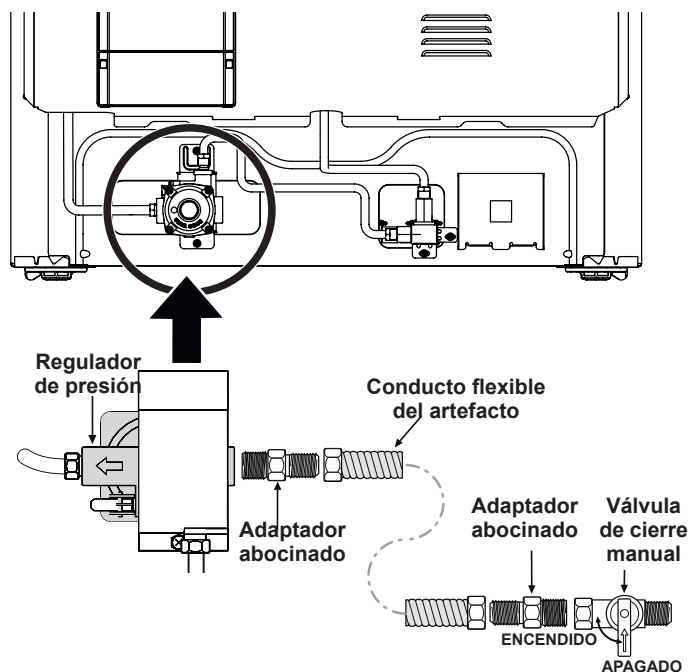

Fig. 8 - conexiones al suministro de gas
- Instale una válvula externa de cierre manual del suministro de gas en un lugar de fácil acceso fuera de la estufa. Asegúrese de saber cómo y dónde cerrar el suministro de gas de la estufa (vea la Fig. 8).
- Instale un adaptador de unión curva de 1/2" al regulador de gas usando **no más de 15 pies/libra** de par (torsión) (consulte la Fig. 8).
- d. Instale un adaptador de unión acampanada a la válvula externa de cierre manual (vea la Fig. 8).
- e. Ajuste el conducto flexible del artefacto al adaptador de la unión acampanada en la válvula de cierre (vea la Fig. 8).